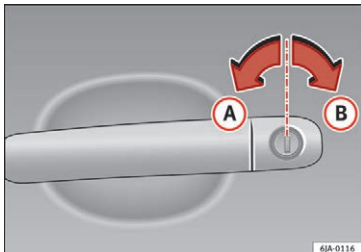

Fig. 119 Nøglepositioner ved låsning og oplåsning af bilen
– Drej nøglen i førerdørens låsecylinder i kørselsretningen (åbningsposition) **A** »» **Fig. 119**.
– Drej nøglen i førerdørens låsecylinder mod kørselsretningen indtil låsepositionen **B** »» **Fig. 119**.